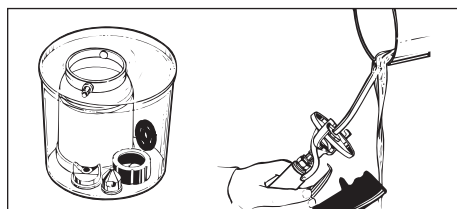

Figure 12 - Nettoyer les pièces détachées du pistolet
3. Placer la bague de retenue, le capuchon d'air, la bague de circulation d'air et le godet de peinture dans un sceau ou une autre boîte convenable. Tremper dans un solvant convenable ou dans l'eau savonneuse si vous avez utilisé du latex. Pour nettoyer le pistolet, verser le solvant dans le tuyau de matériel jusqu'à ce que la solution se clarifie (Voir Figure 12).